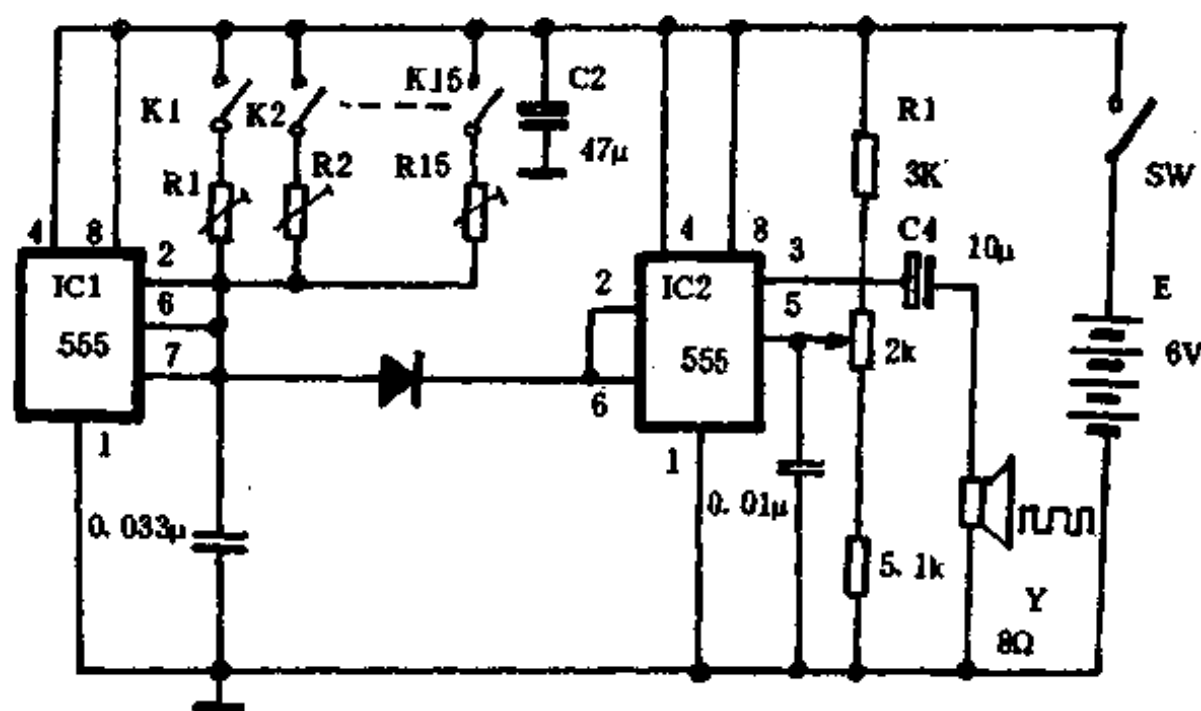

图 1-99
电路如图 1-99 所示,它由二块 555 时基电路组成。IC1 组成锯齿波发生器,当分别按下 K1、K2……K15 时即接入不同的音阶电阻 R1、R2……R15,所以就产生不同频率的锯齿波,经二极管 D 送入 IC2 的②、⑥脚。IC2 接成施密特触发器,将锯齿波转换成方波信号送入扬声器 Y 发声。调节电位器 W 阻值,可改变方波信号的占空比,因此能改变音调。